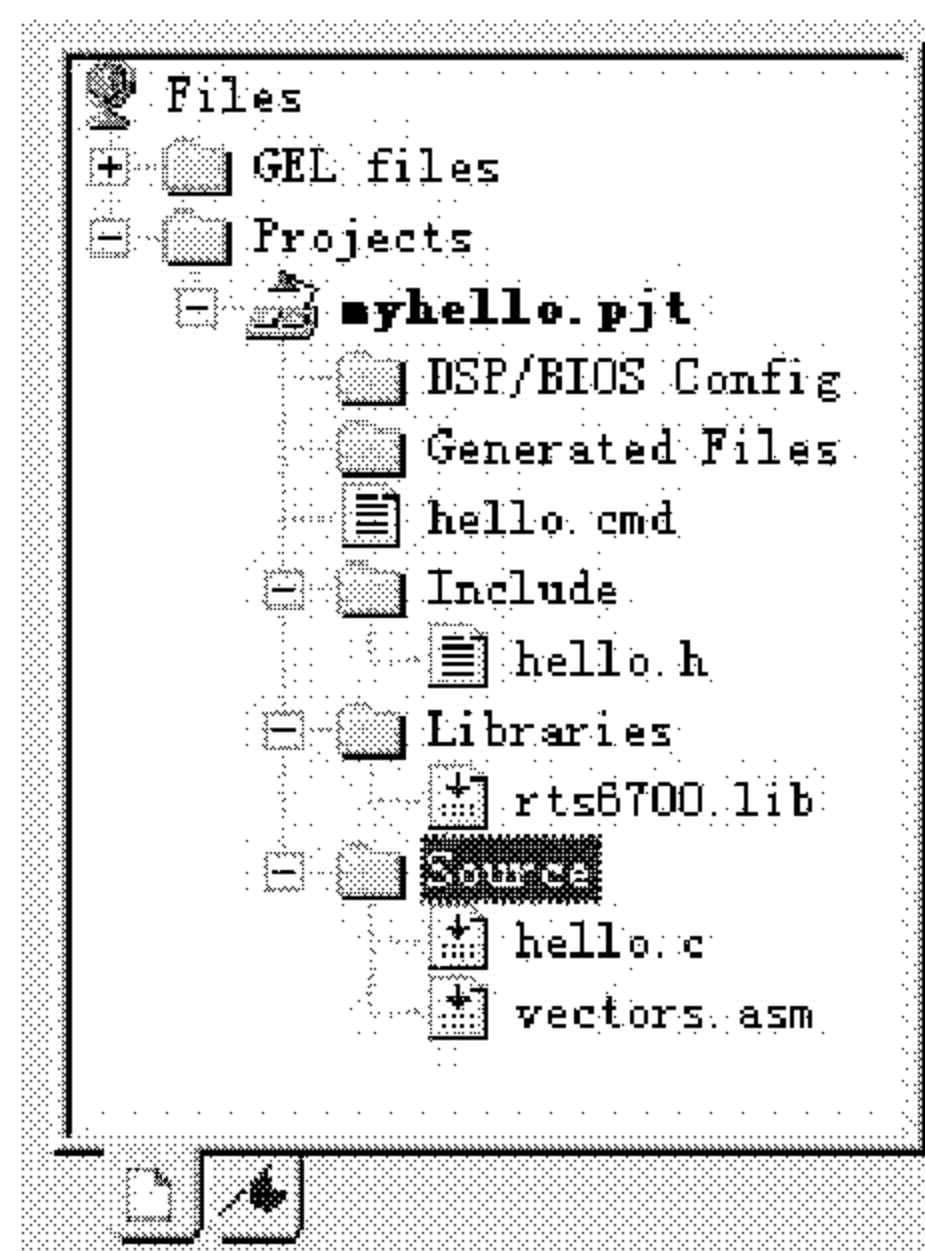

图 3.9 CCS 工程视窗
(2) 选择 **View → Project**，打开工程视窗(如果先前没有打开)，点击工程视窗中 Project 左侧的“+”号，将工程中所包含的工程文件(`*.pjt`)、链接命令文件(`*.cmd`)、库函数(`*.lib`)、源代码(`*.c, *.asm`)以树的形式显示出来，如图 3.9 所示。